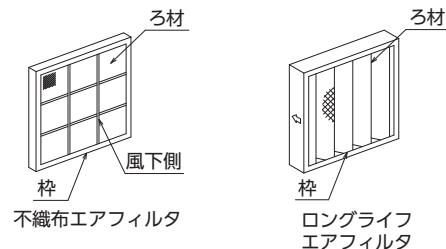

図3-20 粗塵エアフィルタ
- 不織布エアフィルタ、ロングライフエアフィルタなど(図3-20参照)